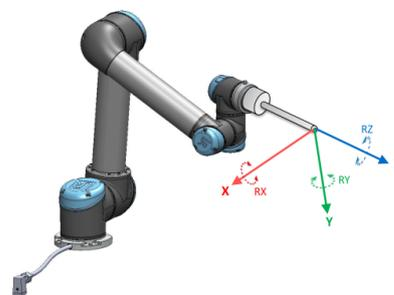

Abbildung 16.2: Tool (TCP)-Funktion
- Die Werkzeugfunktion Der Ursprung liegt im Zentrum des aktuellen TCP (siehe Abbildung 16.2)